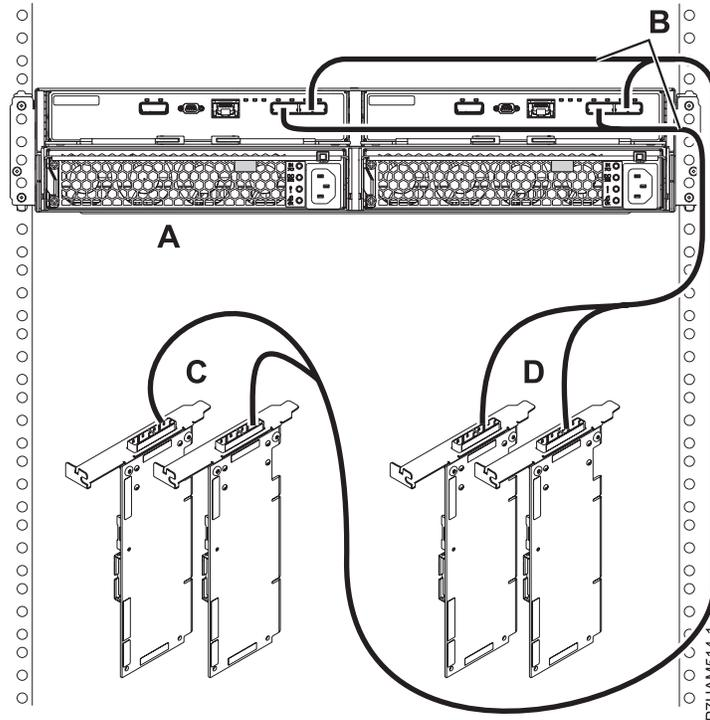

Figure 40. Mode 2 de connexion d'un boîtier d'unité de disque 58/87 via des câbles X à deux paires d'adaptateurs SAS
- Effectuez la connexion de mode 2 d'un boîtier d'unité de disque 58/87 (A) via des câbles X (B) à deux paires d'adaptateurs SAS, comme illustré dans la figure 40, à la page 75.
- Chaque adaptateur SAS de la paire 1 (C) peut accéder à l'autre adaptateur, ainsi qu'aux baies d'unité D1 à D12.
- Chaque adaptateur SAS de la paire 2 (D) peut accéder à l'autre adaptateur, ainsi qu'aux baies d'unité D13 à D24.